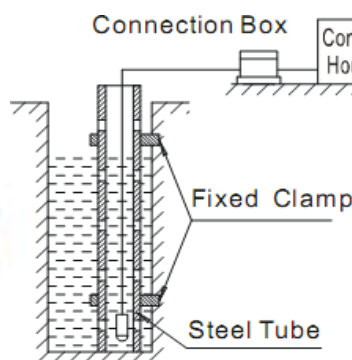

Fig 2
- (5) Para evitar sacudir ou destruir o transmissor durante o bombeamento, o transmissor deve ser instalado longe da entrada de líquido. Caso contrário, deve ser instalado conforme a Fig. 2, protegido por tubo de aço.
- (6) O método de instalação no poço profundo é o da Fig 2.
- (7) O método de inserção de tubo de aço geralmente é usado. O tubo de aço não pode ser dobrado; o diâmetro do tubo deve ser superior a 30 mm. Muitos orifícios devem ser feitos em alturas diferentes no tubo para aumentar facilmente o fluxo de água. Se necessário, enrole o fio de aço ao redor do corpo do transmissor. Ao levantar o transmissor, você pode levantar o fio de aço em vez do cabo, para evitar quebrar o cabo.